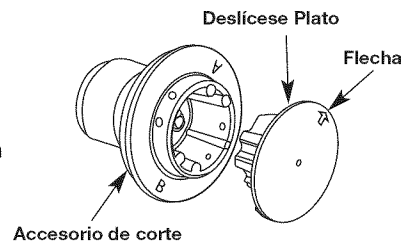

Fig. 15
3. Reinstale la placa de deslizamiento (Fig. 15). Alinee la flecha con: